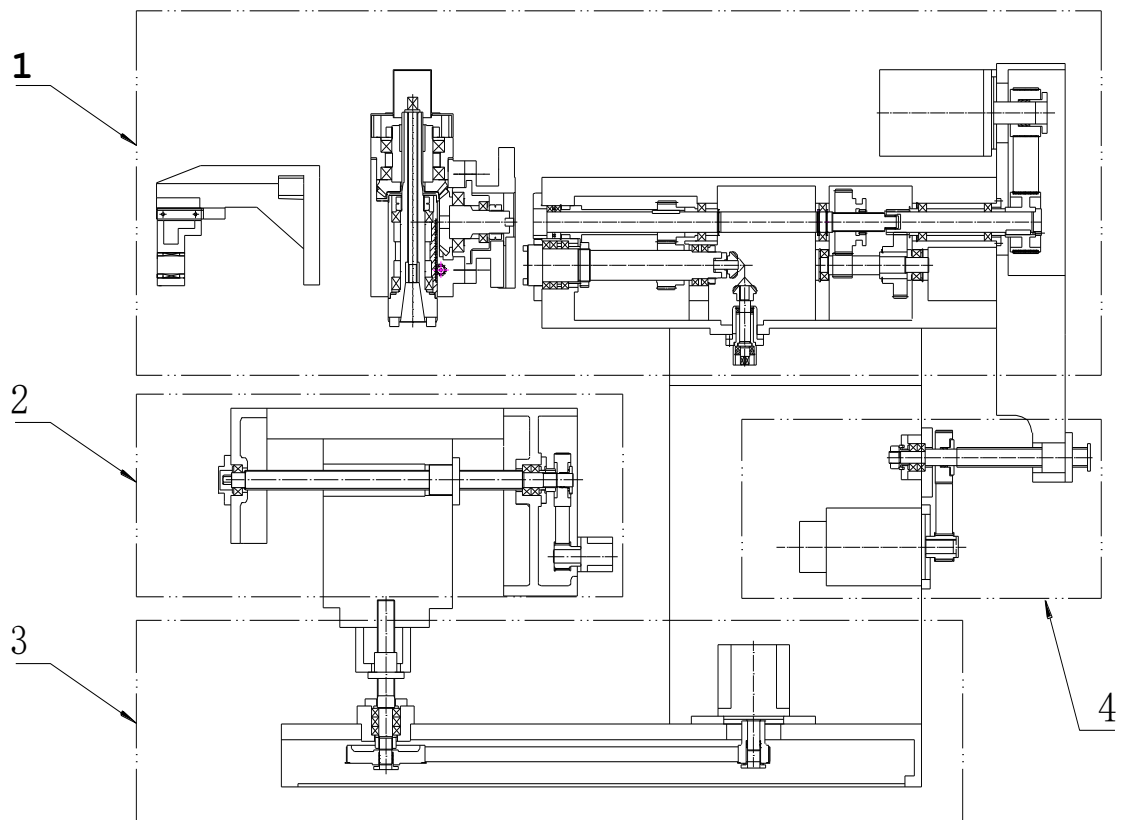
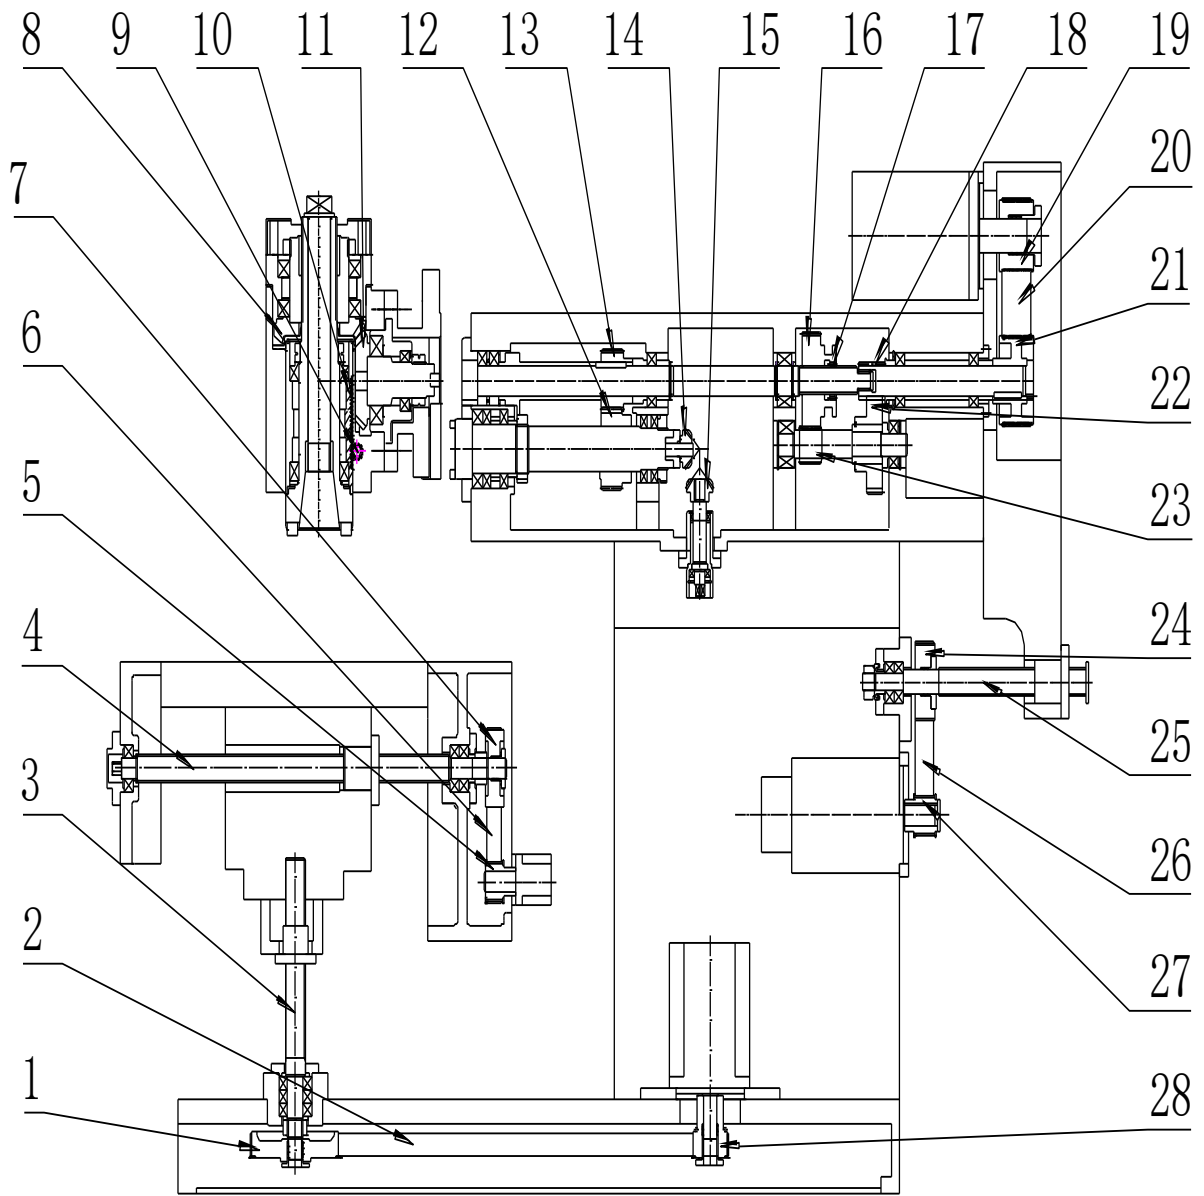

Рис. 10 Кинематическая схема станка
Рис. 11: Схема деталей кинематики станка
1) Система привода шпинделя (см Рис. 10 и Рис. 11)
Система привода шпинделя состоит из коробки скоростей ползуна и фрезерной головки. См. блок 4 на Рис. 10. Детали передачи см. на Рис. 11. Принцип работы системы подачи состоит в следующем: На валу серводвигателя с фланцем находится малый многоручьевой шкив 19 для передачи усилия на большой многоручьевой шкив 21, расположенный на ведущем валу коробки скоростей ползуна, посредством клинового ремня 20. Шестерня (шестерня 18) на ведущем валу
2) Привод подачи по оси X (см. Рис. 10, Рис. 11)
Привод подачи по оси X показан в блоке 2 на Рис. 10; детали трансмиссии см. на Рис. 11, а ниже описывается принцип действия: В качестве двигателя подачи по оси X используется серводвигатель, который вместе с зубчатым шкивом и зубчатым ремнем установлен с левой стороны вертикального рабочего стола. Вращение от двигателя передается посредством шкива 5, зубчатого ремня 6 и зубчатого шкива 7 с передачей усилия на ШВП 4 оси X для продольного перемещения рабочего стола.
3) Привод подачи по оси Y (см. Рис. 10, Рис. 11)
Привод подачи по оси Y показан в блоке 4 на Рис. 10; детали системы подач см. на Рис. 11, а ниже описывается принцип действия:
4) Привод подачи по оси Z (см. Рис. 10, Рис. 11)
Привод подачи по оси Z показан в блоке 3 на Рис. 10; детали системы подач см. на Рис. 11, а ниже описывается принцип действия:
**Перечень шестерен и деталей системы подачи (для JUTM-1230 SERVO DRO и JUTM-1632 SERVO DRO) (см. Рис. 11)**